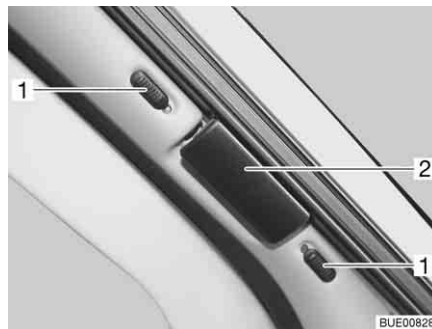

Fig. 21 Tendina oscurante pieghevole per il parabrezza
- Spingere verso l'esterno le due metà della tendina oscurante pieghevole del parabrezza per la maniglia (Fig. 21,2) fino all'arresto.
- Spingere i bottoni di bloccaggio (Fig. 21,1) verso il basso o verso l'alto. Quando il punto rosso è visibile, il bloccaggio è aperto.